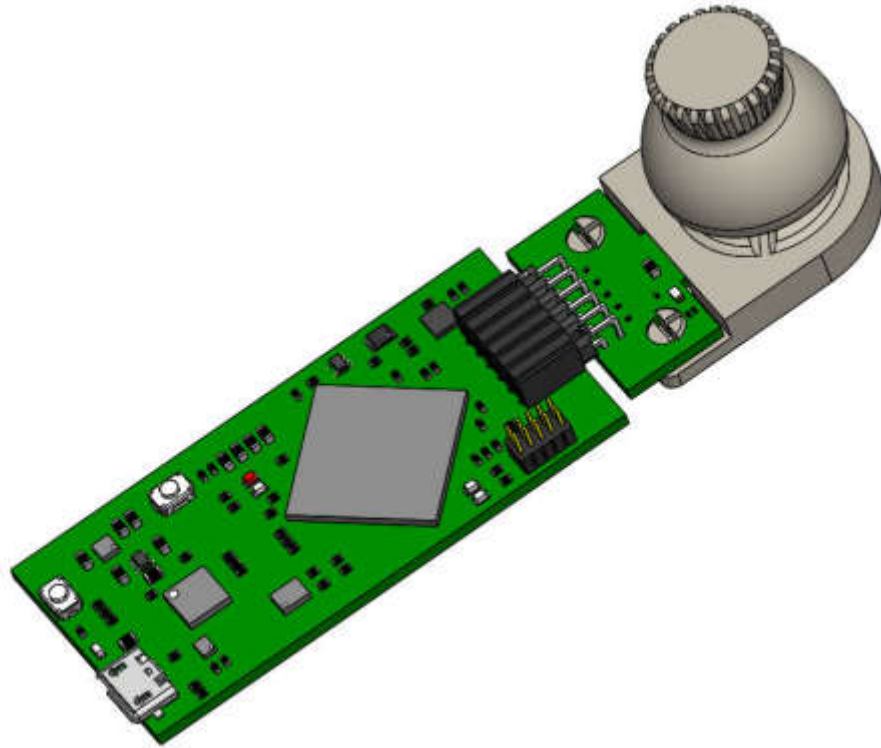

图 4-15. EVM 上的控制手柄模块
1. 将控制手柄模块连接到 EVM。请参阅图 4-15，了解如何将此模块连接到两个 **TMAG5173** EVM 部分之一的示例。